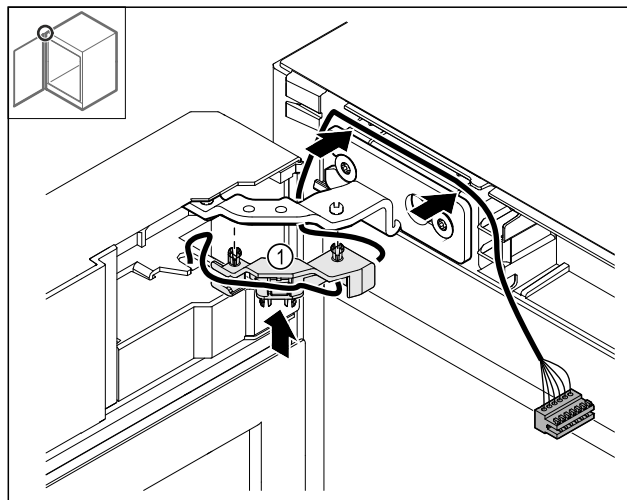

Fig. 45
- Zatlačte držák kabelu Fig. 45 (1) do závěsu.